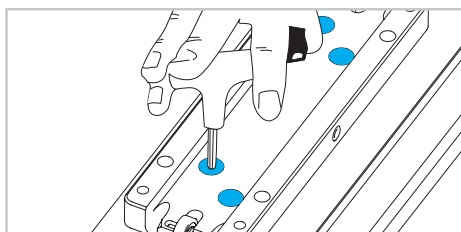

Fig. 7
- 7) Far scorrere la parte esterna del carro per accedere all'interno. Qui, svitare le viti e sollevare la porzione liberata (Fig. 7).